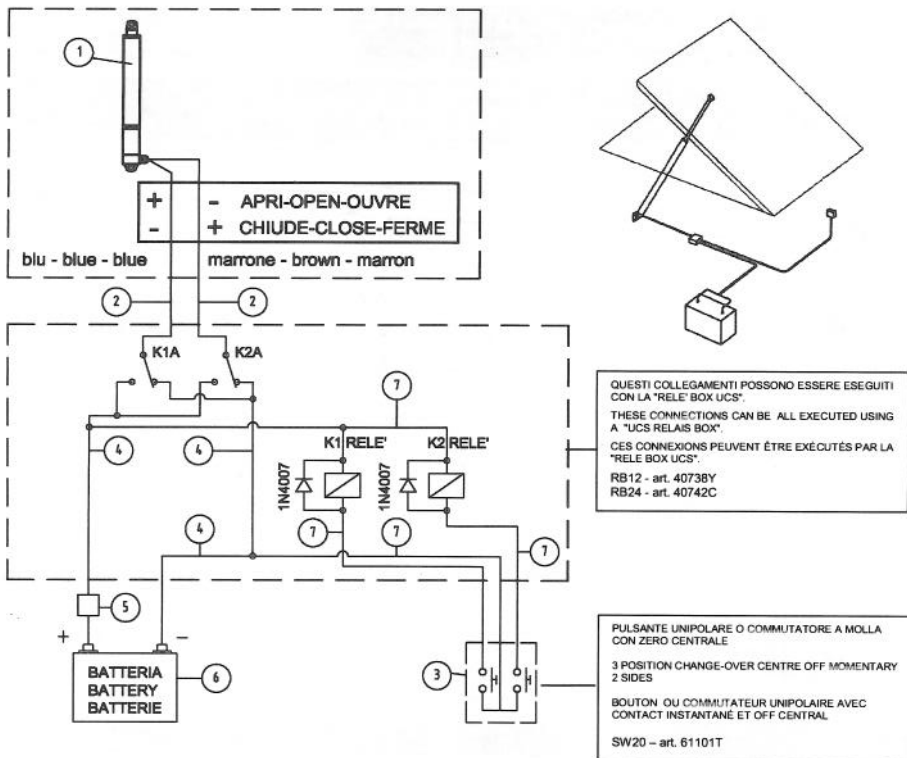

fig. 4
**Attention:** les contacts des relais (pas fournis) dont au schéma fig. 4 doivent être de 5 A.
CONNEXIONS ELECTRIQUES (fig. 4)
- Effectuer le branchement électrique en suivant les schémas de fig. 4.